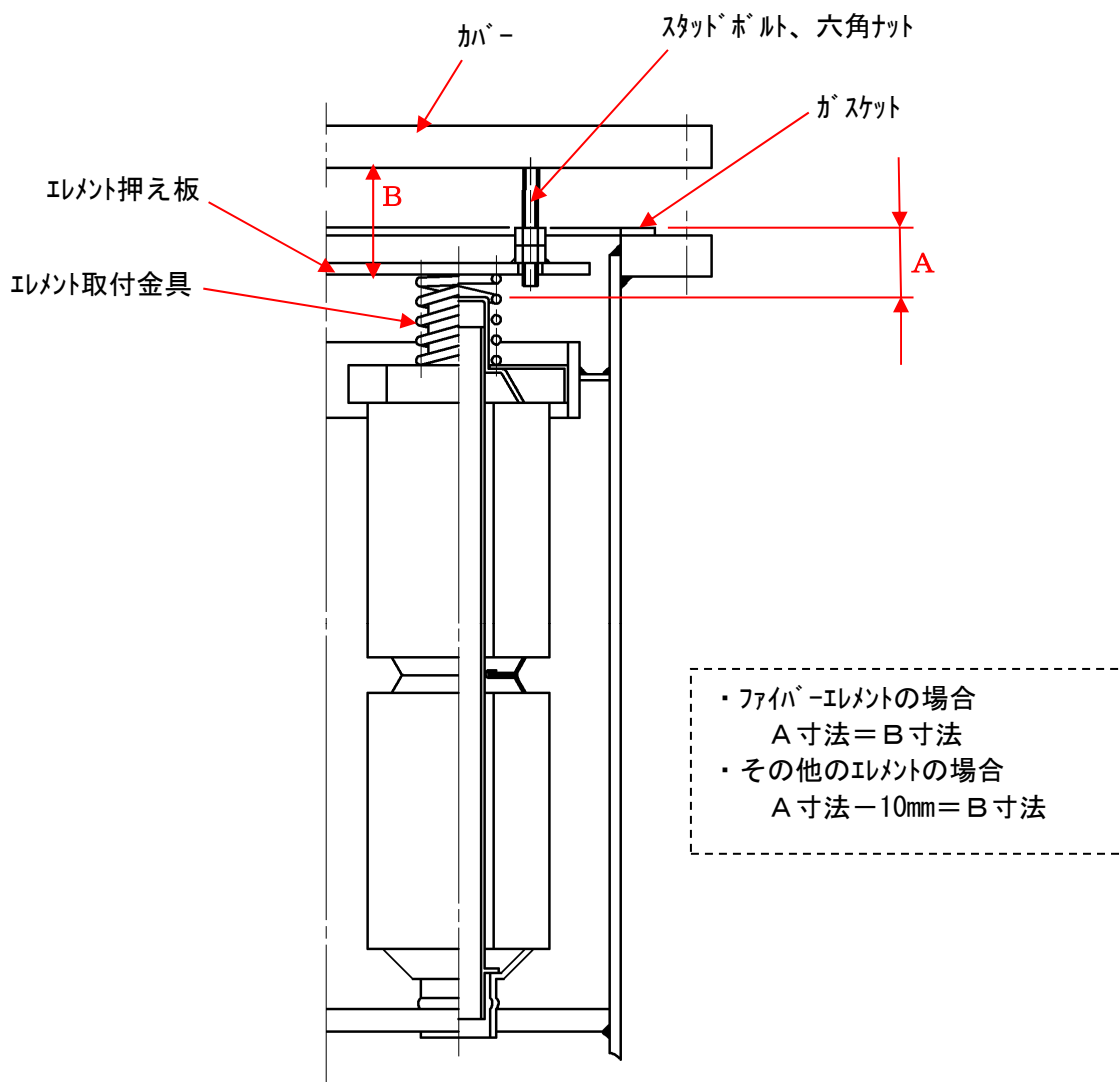

図7 エレメント押え板のスタッドボルト位置調整方法
- ① エレメント押え板のスタッドボルトは、図7のように寸法を調整し、六角ナットで締付けて固定してください。その後エレメント取付金具の上に装着してください。